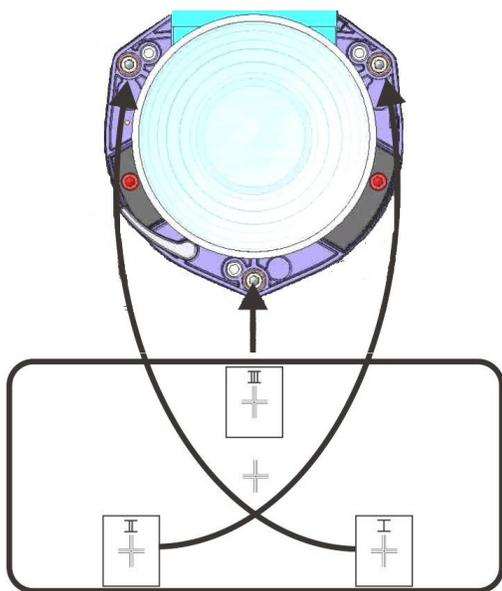

图 2-3 十字准线图案
3. 如果 要视轴，参 图 2-3 了解镜头 上的调整 对测试图案上相应十字准线有何影 。